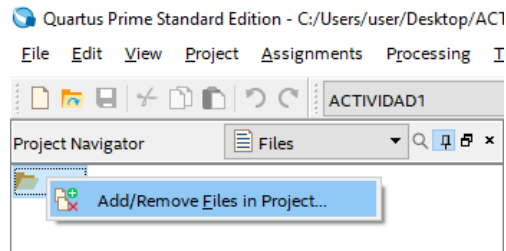

Figura 3. Adhesión de archivos a Quartus Prime.
4. Una vez creado el proyecto, integre al mismo todos los bloques en formato **.VHD** que se encuentren en la carpeta compartida de la práctica como se visualiza en la Figura 3.